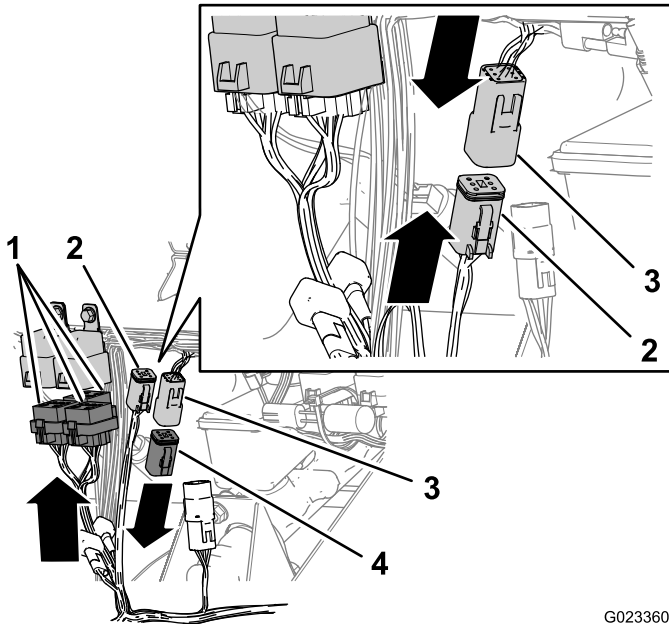

Figura 23
1. Lleve la derivación del arnés de cableado con los 3 conectores con 5 terminales hembra cada uno (Figura 23) hasta los relés que ha instalado en 6 Instalación de los relés (página 7).
2. Conecte los conectores de 4 terminales hembra a los relés (Figura 23).
3. Saque la resistencia del conector de 6 terminales macho para el circuito superior del acelerador de mano (Figura 23).
4. Conecte el conector de 6 terminales macho para el circuito extraíble del acelerador de mano del arnés de la máquina al conector de 6 terminales hembra del circuito extraíble del acelerador de mano del arnés del acelerador de mano (Figura 23).